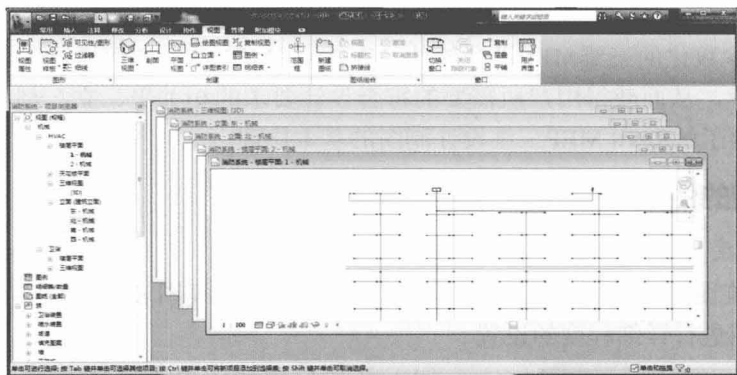

图 1-12
- 层叠：单击此按钮使当前打开的所有窗口层叠地出现在绘图区域，如图1-12所示。